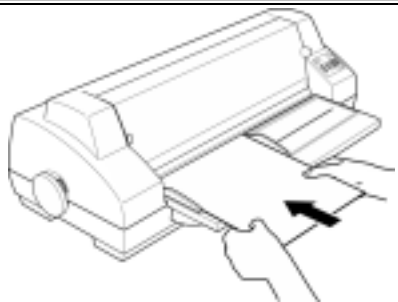

图 3-5 安装单页纸
- 6、装入纸张如图 3-5。打印机能自动进纸，纸张会自动停在起始打印位置上。您可以选择设定纸斜检测，若纸张有歪斜，打印机能自动检测并退出纸张至托纸板。